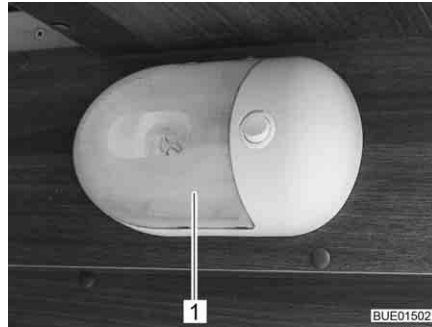

Fig. 213 Lampada a parete
- Comprimere leggermente sui due lati la copertura trasparente (Fig. 213,1), staccarla appena dall'interruttore e tirarla in avanti.